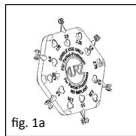
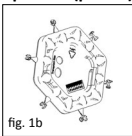
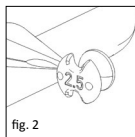
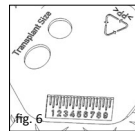

fig. 1a
fig. 1b
fig. 2
fig. 6
■ **fig. 1a, 1b/2** Discul separator (fig. 1a, 1b) pentru protezele parțiale are șase separatoare individuale aplicate în formă de satelit de lungimi diferite (2,0-4,5 mm). Pe partea posterioară a unui separator este indicată lungimea corespunzătoare (fig. 2). Decupările și găurile servesc la reducerea greutateii precum și la o vedere de ansamblu mai bună în timpul procedurii de măsurare în urechea medie.
■ **fig. 1b/6** Șabloanele imprimate pe partea din spate a discului separator (fig. 1b) arată mărimea minimă a grefei pentru căptușirea timpanului (fig. 6). Oval: la placă de capăt proteză ovală
■ **fig. 6** Scala milimetrică servește măsurătorilor de comparație generale, care pot fi de ajutor în timpul operațiilor pe urechea medie. În principiu partea din spate poate fi utilizată și ca loc de depozitare sau câmp de preparare pentru diverse proceduri, cum ar fi de ex. prepararea grefei sau depozitarea intermediară.
正面 (图1a) 反面 (图1b)
■ 图 1a, 1b/2 “局部假体”的测定盘有六个呈星状排列、不同长度的测定器(2.0-4.5 mm)(图 1a、1b)。每个测定器背面显示相应的长度(图2)。镂空用于减轻重量并能在中耳内的测量过程中获得更好的概览效果。
■ 图 1b/6 在测定盘背面添加的模板(图 1b)显示的是用作鼓膜衬垫的植入物最小尺寸(图 6)。椭圆形：用于椭圆形假体头片 圆形：用于圆形假体头片
■ 图 6 在中耳手术中，毫米刻度可辅助普通的比对测量。测定盘的背面也完全可用作放置板或者各种操作的制备区，如进行移植体加工或暂时存放物件等。